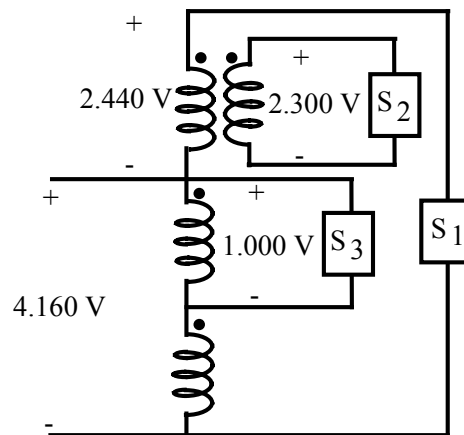

Figura 2.5
2.46.- Considerando que el dispositivo de la Figura 2.5 se armó a partir de un transformador ideal y que las cargas tienen las siguientes características: $S_1=2.000 \text{ kVA}$; Factor de Potencia 0,7 inductivo; $S_2=1.500 \text{ kVA}$; Factor de Potencia 0,8 capacitivo y $S_3=1.000 \text{ kVA}$; Factor de Potencia 0,65 Inductivo., determine: